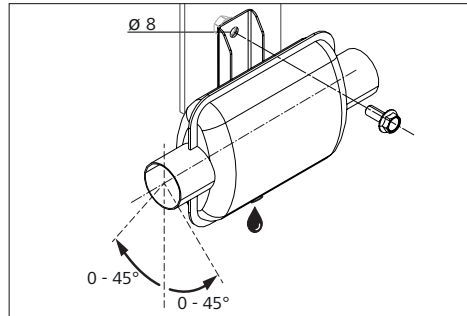

Fig. 22: Posizione di montaggio silenziatore di scarico (in mm)
- ▶ Verificare la corretta posizione di montaggio, v. Fig. 22.